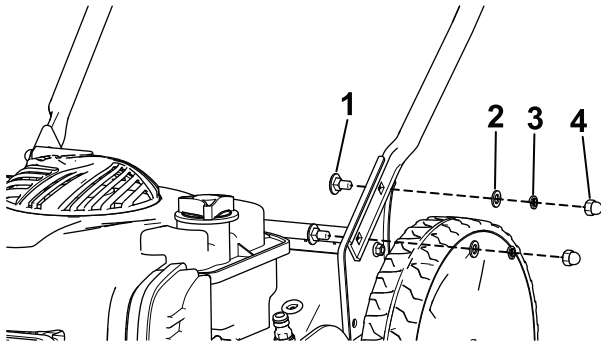

Figura 3
1. Sujete el manillar inferior a la carcasa del cortacésped con 4 pernos, 4 arandelas planas, 4 arandelas partidas y 4 tuercas (Figura 3).